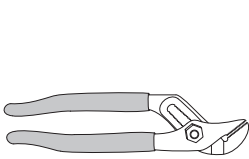
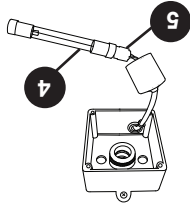
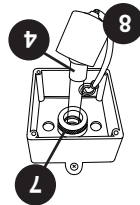

Figure 5
Figure 4
Figure 3
3. Enlever la gaine protectrice noire (8) en la faisant glisser le long du câble pour l'éloigner de l'écran à compression (7), Figure 3.
4. Retirer délicatement la lampe UV (4) du tube de quartz.
5. Retirer la douille (5) de la lampe UV (4), Figure 4.
6. Retirez l'écran de compression du joint de quartz (7) en le tournant dans le sens **antihoraire**, Figure 3. Utilisez une paire de pinces multigriffes si nécessaire, Figure 5. Vous remarquerez qu'une rondelle de compression en acier inoxydable (6) glisse sur le tube de quartz.